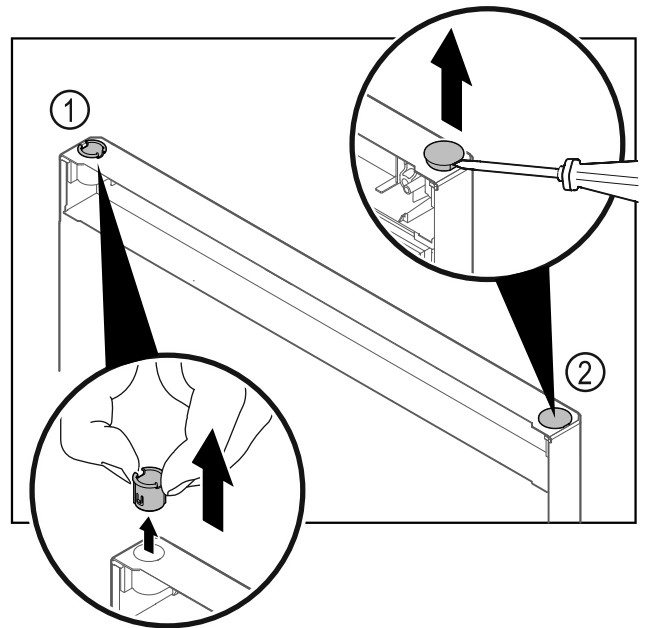

Fig. 26
- Dra ut gångjärnsbussningen Fig. 26 (1) med fingrarna.
- Lyft försiktigt upp täckpluggen Fig. 26 (2) med en spårskruvmejsel och dra ut den.